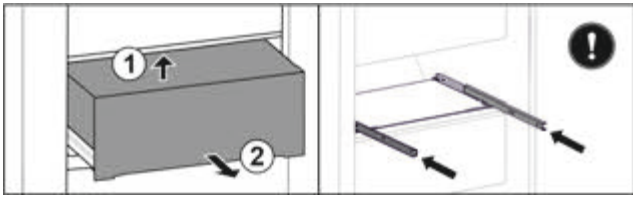

Fig. 49
- ▶ Підняти висувний ящик знизу назад. Fig. 49 (1)
- ▶ Вийняти висувний ящик рухом вперед. Fig. 49 (2)